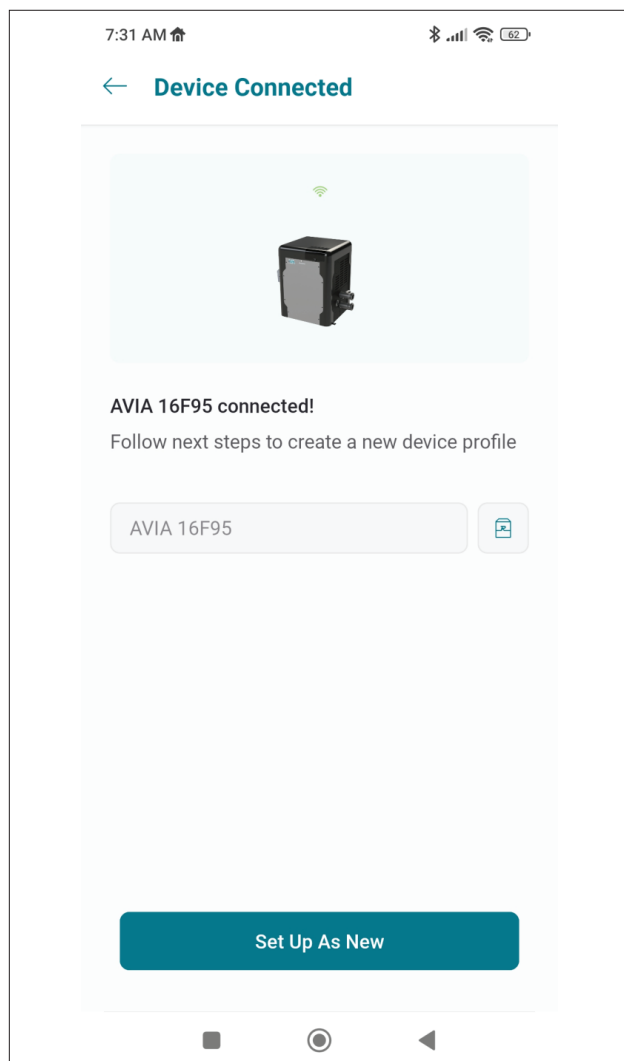

Figure 89. Nommer l'appareil
1. Votre appareil est maintenant connecté au Wi-Fi. Vous pouvez modifier le nom de l'appareil ici, voir **Figure 89**.